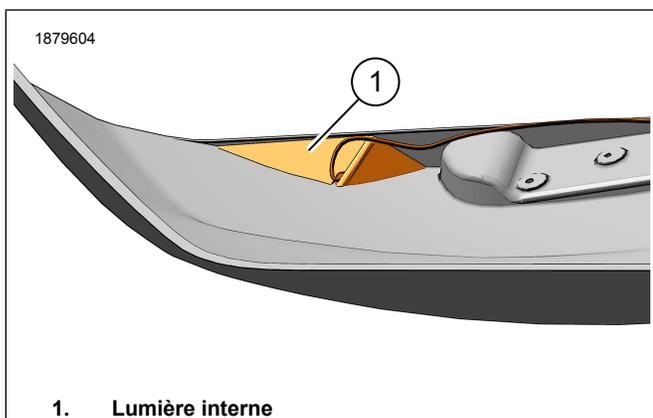

Figure 6. Lampe intérieure de sacoche, gauche
7. Figure 6 Tester l'ajustement et installer la lampe intérieure (1).